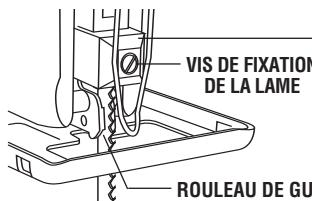

FIG. 3
1. Desserrez la vis de fixation de la lame (sur le porte-lame) et insérez la lame à fond, ses dents orientées dans le sens de coupe comme l'indique la (Fig. 3). S'utilise avec des lames de scie sauteuse à queue soit en T soit en U.